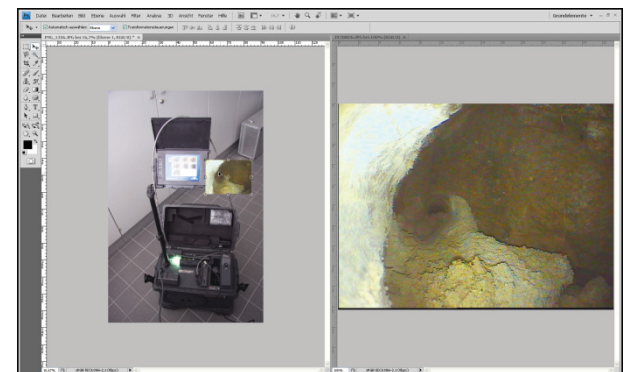

Abb. 11-26: Vorbereitung einer Bild-in-Bild-Montage
- Mit dem W VERSCHIEBEN ein Bild auswählen (Abb. 11-26 rechts) und mit gedrückter LiMt auf das andere Bild ziehen.
- Das eingefügte Bild wird entsprechend der Auflösung des Zielbildes (Abb. 11-26 links) unter Beibehaltung der Pixelgröße skaliert. Im Ergebnis liegt das Zielbild auf der *Hg-Ebene*, das eingefügte Bild auf der Ebene darüber. Vor der weiteren Bearbeitung der Bildmontage ist die Umwandlung der *Hg-Ebene* in eine normale Ebene durch Umbenennung zu empfehlen.